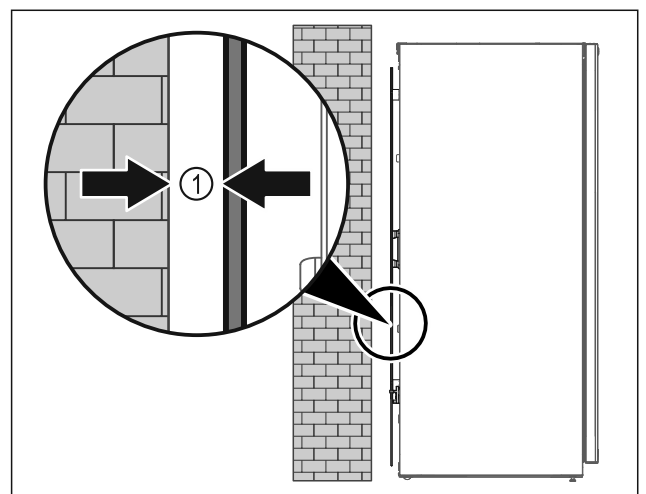

Fig. 65
- Gerät entweder frei im Raum oder direkt an einer Wand mit einem Mindestabstand von 5 mm Fig. 65 (1) aufstellen.